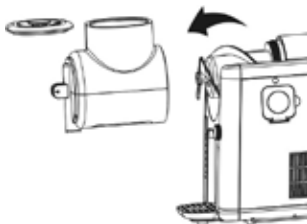

Abb. 8
16. Drehen Sie den Mischbehälter gegen den Uhrzeigersinn und ziehen Sie ihn vorsichtig vom Grundgehäuse ab (Abb. 8).